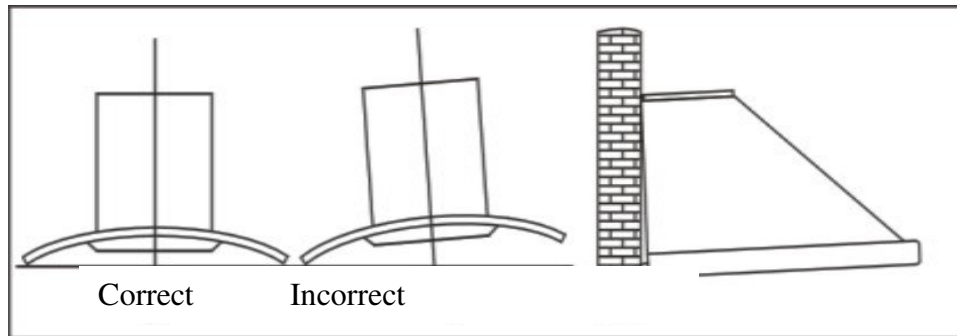

Fig.5
3.5 Rallongez le tuyau au dehors du conduit extensible et fixez la Hotte au support. Fig.5.